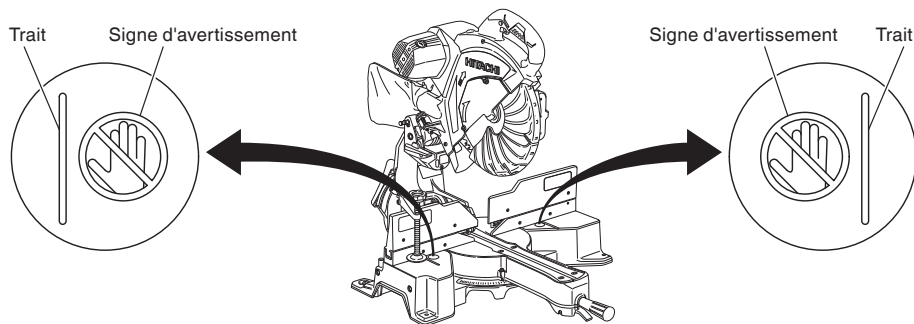

Fig. 21
* Ne jamais amener les membres à l'intérieur de la ligne à côté du signe d'avertissement pendant que l'outil fonctionne. Cela pourrait être dangereux (voir Fig. 21).